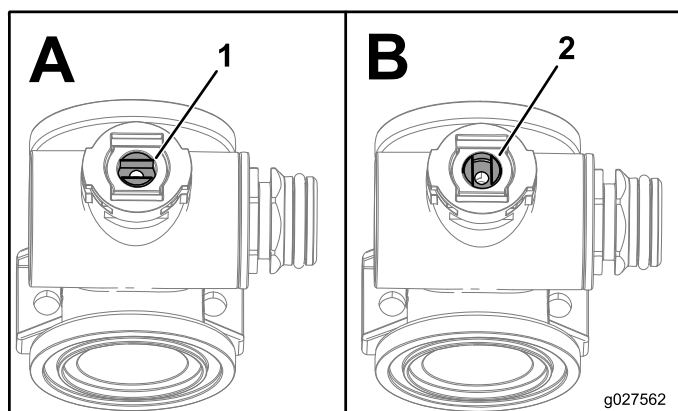

Рисунок 5
Примечание: Убедитесь, что шток клапана находится в открытом положении (вид А; Рисунок 5).
11. Поверните шток клапана таким образом, чтобы клапан был закрыт (вид В; Рисунок 5).